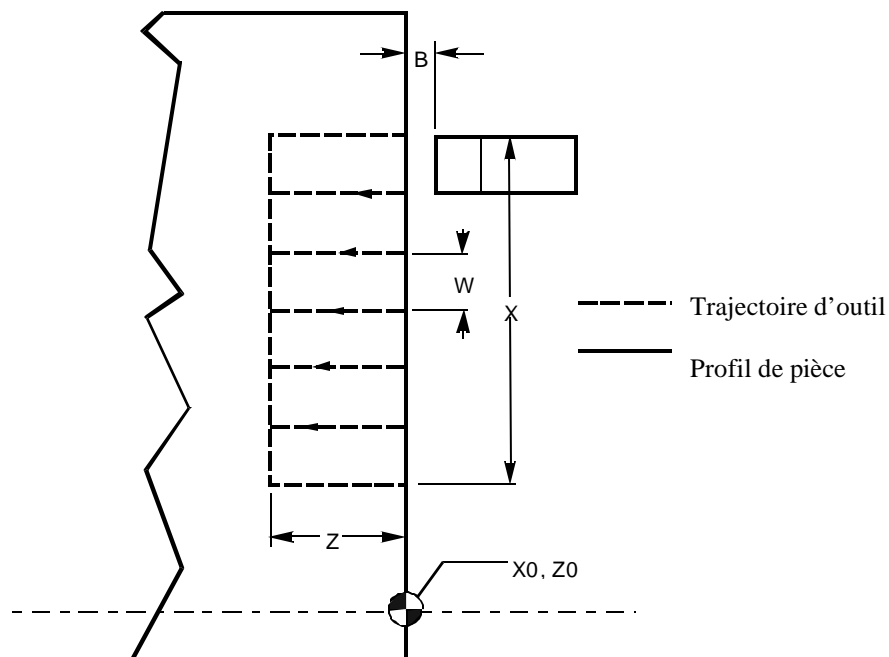

Figure 5-12, Codes Adresses G82
Se reporter à la **Figure 5-12, Codes Adresses G82**. Le cycle G82 crée une rainure le long de l'axe radial (X). Utiliser un outil de rainurage pour ce cycle. Le cycle possède une compensation incorporée pour la largeur de l'outil. Positionner l'outil de façon appropriée avant que le cycle commence.